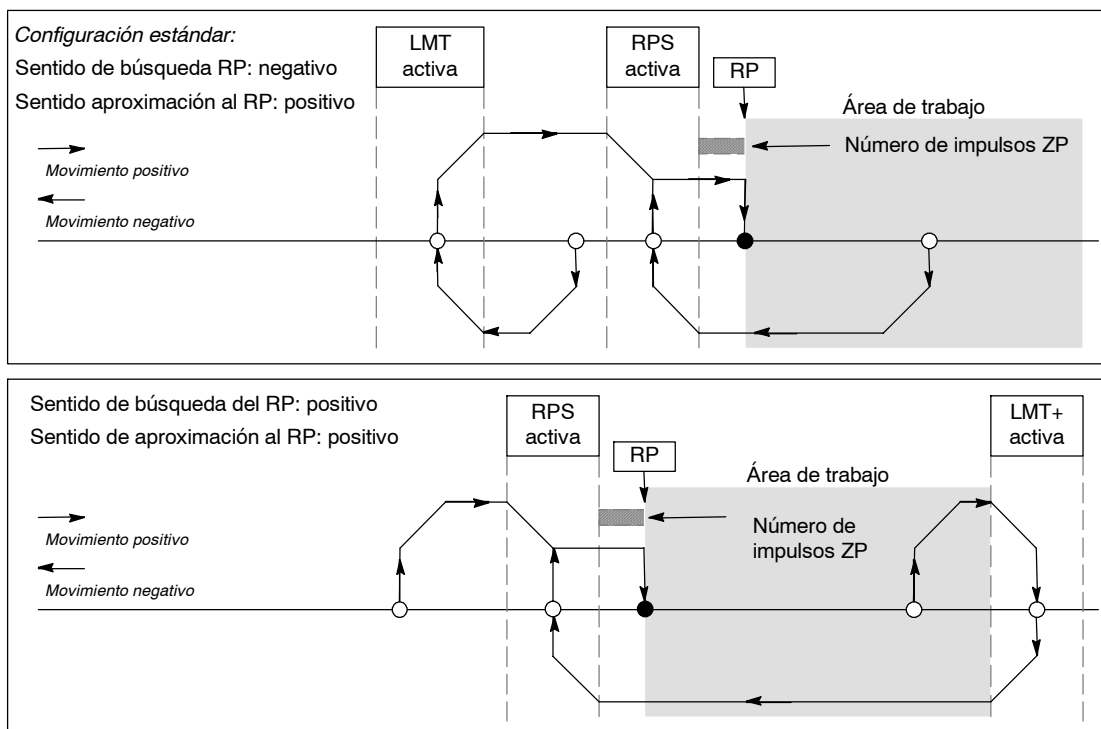

Figura 9-23 Búsqueda del RP: Modo 3
- ☐ La figura 9-23 muestra dos opciones del modo 3 de búsqueda del RP. En este modo, el RP se encuentra a un número determinado de impulsos cero (ZP) fuera del área activa de la entrada RPS.